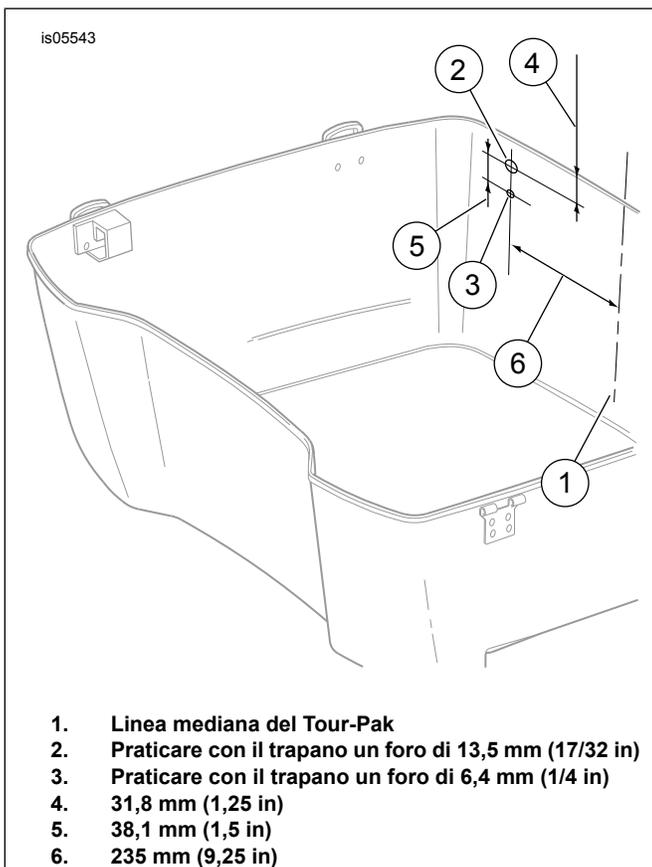

Figura 1. Punto di foratura per l'antenna CB del Tour-Pak
5. Vedere Figura 1. Misurare e determinare il centro (1) della parete posteriore esterna del Tour-Pak.
10. Misurare nuovamente e segnare il nastro a 235 mm (9,25 in) (6) dalla linea mediana, vicino alla sommità della striscia di nastro, e nuovamente accanto al fondo della striscia. Tracciare una linea tra il segno superiore e quello inferiore.
11. Misurare verso il basso 31,8 mm (1,25 in) (4) dal bordo superiore del Tour-Pak sulla linea verticale destra, e tracciare una breve linea orizzontale (2) trasversalmente alla linea verticale.
12. Misurare verso il basso 38,1 mm (1,5 in) (5) dalla prima linea orizzontale e tracciare un'altra breve linea orizzontale (3) trasversalmente alla linea verticale.
- b. Praticare con il trapano un foro (2) di 13,5 mm (17/32 in) attraverso il foro di guida **superiore**.